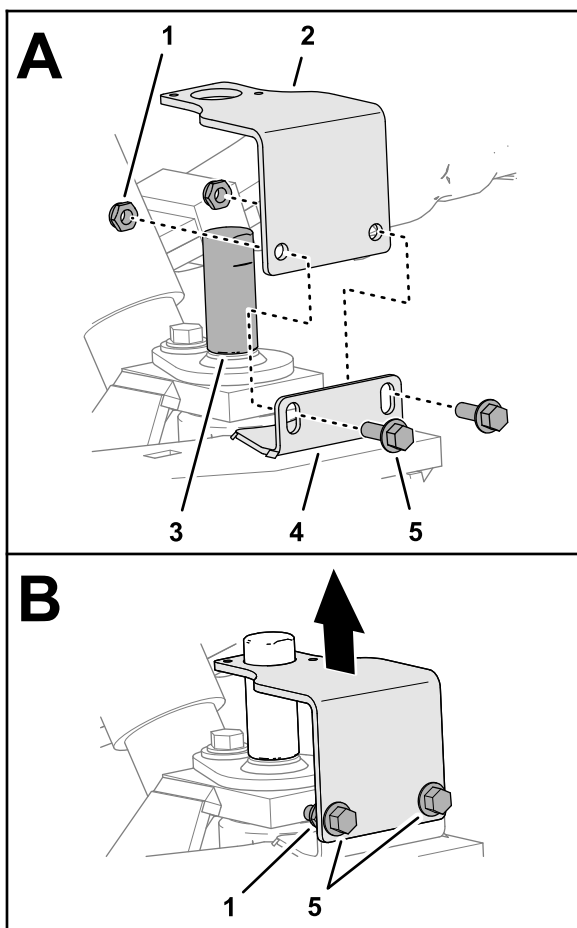

Figure 15
3. Placez le support de capteur sur l'outil d'alignement, en face des fentes dans la bride de l'axe (Figure 15).
- Fixez légèrement le support sur la bride (Figure 15) à l'aide de 2 vis à embase ($\frac{1}{4} \times \frac{3}{4}$ po) et 2 contre-écrous ($\frac{1}{4}$ po).
- Positionnez le support en bas des fentes dans la bride de l'axe, puis serrez les vis à embase et les contre-écrous (Figure 15).